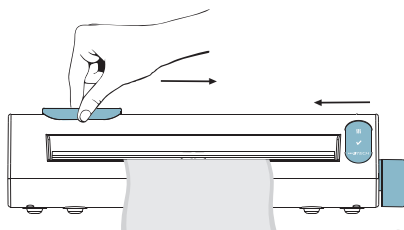

Fig. 3
- 4 Avant de soulever la poignée de soudage, coupez le sachet en faisant glisser le porte-lame d'un côté à l'autre et en le ramenant à la position initiale (Fig. 3).